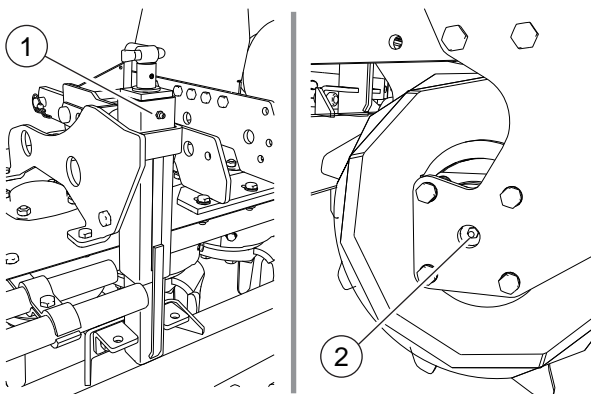

FIG. 43
- Engrasador sobre gatos a tornillo (1, “Fig. 43”).
- Engrasador soporte a rodillo (2).